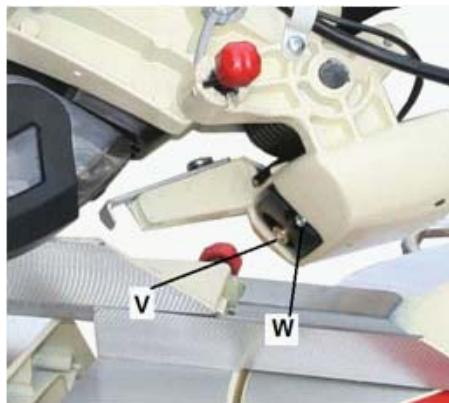

Рис. 9
- Лазерний покажчик (V, Рис. 9) необхідно налаштувати таким чином, аби промінь сполучився з лінією розпилу.
- Використовуйте гвинт (W) для налаштування.